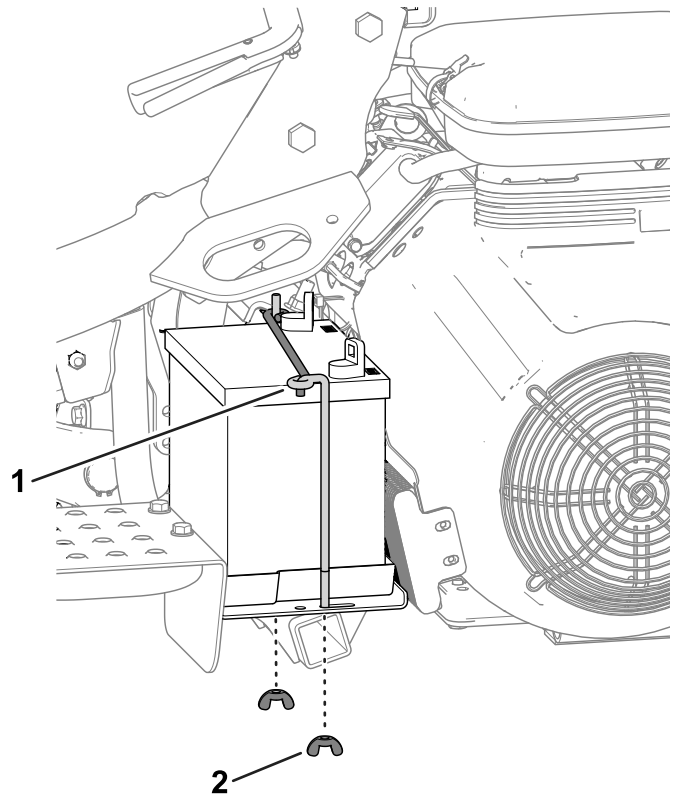

Figura 35
2. Retire as porcas de orelhas e barras que prendem a bateria à plataforma (Figura 35) e retire a bateria.
5. Coloque a bateria no tabuleiro da bateria e prenda-a com as barras e fixadores previamente removidos (Figura 35).